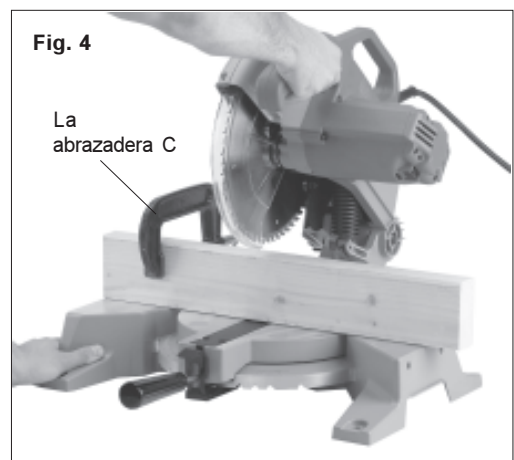

Fig. 4
3. Use una pinza sujetadora tipo "C": Sujete el material al tope con una pinza tipo "C" (Fig. 4).